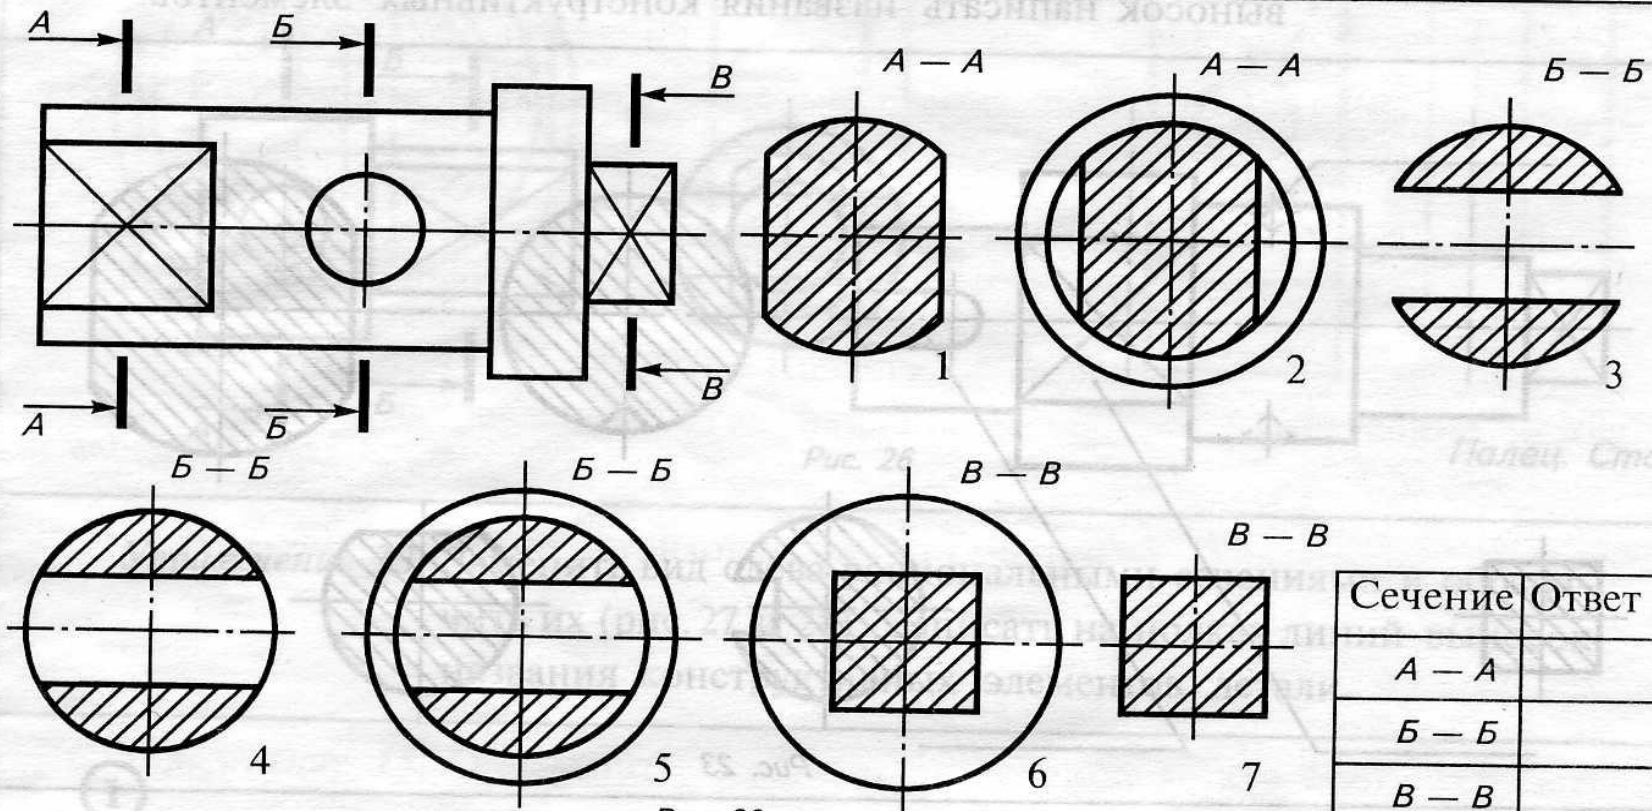

Рис. 20
**Упражнение 7.** Проанализировать изображения (рис. 20), найти правильно выполненные сечения и записать ответ (номер изображения сечения) в таблицу.